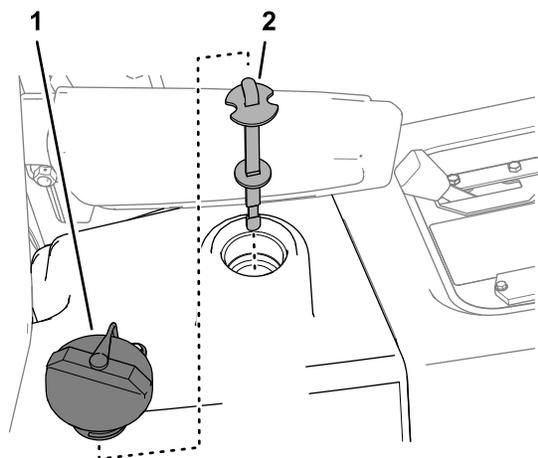

図 60
5. 油圧オイルタンクのオイル量を点検し、必要に応じて補給するマシンの 図 60 オペレーターズマニュアルの「油圧システムを点検する」を参照。